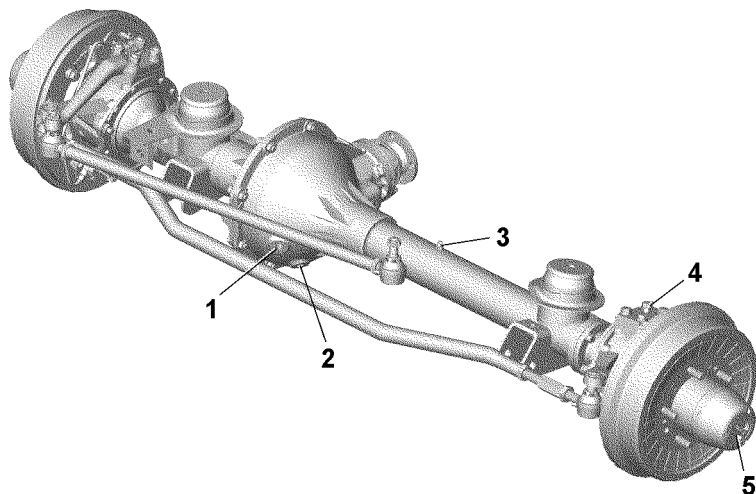

Рис. 9.44. Передний мост с вертикальным разъемом картера:
На часть автомобилей с мостами, приведенными на рис. 9.44 возможна установка муфты отключения передних колес,
На некоторые автомобили могут быть установлены мосты, приведенные на рис. 9.44, со шкворнями, в которые необходимо добавлять смазку в процессе эксплуатации. Для смазки шкворней на рычаге поворотного кулака (справа) и на верхней накладке шкворня (слева) установлены пресс-масленки 4. Зазор между торцами шкворней и опорными шайбами шаровой опоры, образующийся при износе трущихся поверхностей, устраняйте снятием сверху и снизу одинакового количества регулировочных прокладок. Разность между суммарными толщинами верхних и нижних прокладок не должна превышать 0,1 мм.
-установите пружинные шайбы и затяните болты (для мостов, приведенных на рис.9.44).